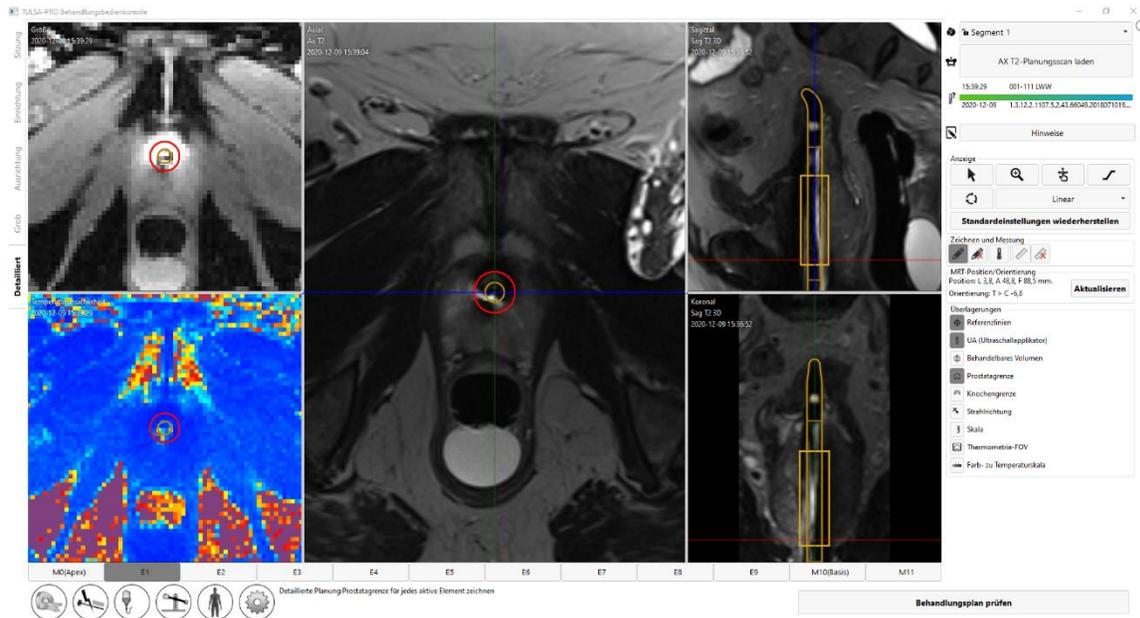

Abbildung 69: Arbeitsbereich „Detaillierte Planung“ mit Thermometristärke und Temperaturunsicherheit
6. Radiologe: Verwenden Sie  **Laden ... Scan**, um das AX T2-Bild zu laden. Nach dem Laden der Thermometrie-Scans werden zum Erleichtern der Behandlungsplanung die Ansichten **Stärke** und **Temperaturunsicherheit** angezeigt (Abbildung 69).